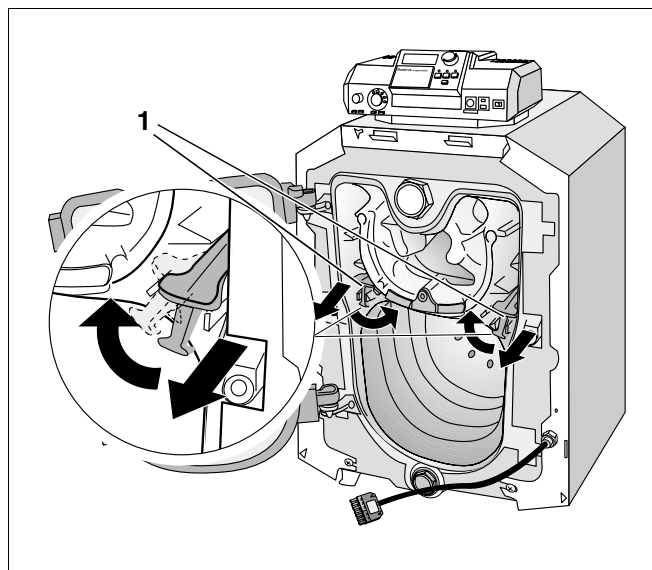

Fig. 35 Justering af Retarder
- Træk retarderne (fig. 35, **pos. 1**) lidt ud af røgslagene.
- Stil retarderne (fig. 35, **pos. 1**) i skrå position (fig. 35).